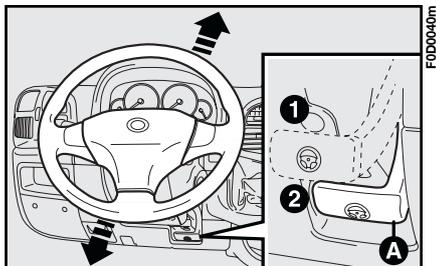

fig. 71b
- 1) ponga la palanca **A**-fig. 71b en la posición **1**;